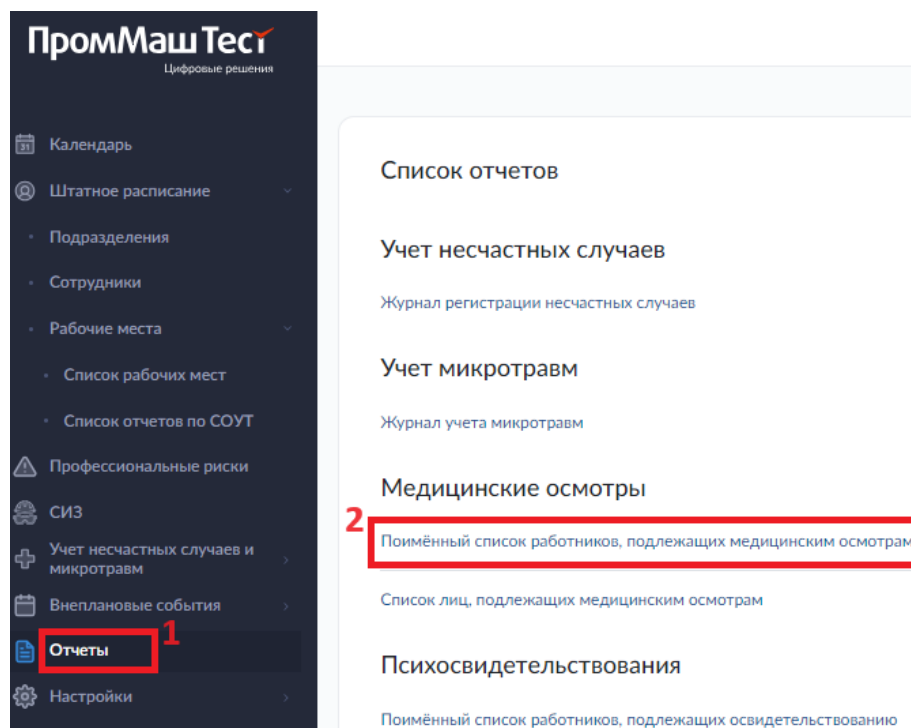

Рисунок 113. Раздел «Отчеты». Подраздел «Медицинские осмотры»
Формирование Поимённого списка работников, подлежащих периодическим медицинским осмотрам проводится по нажатию кнопки (2) в разделе «Отчеты» (1) (рис. 113).